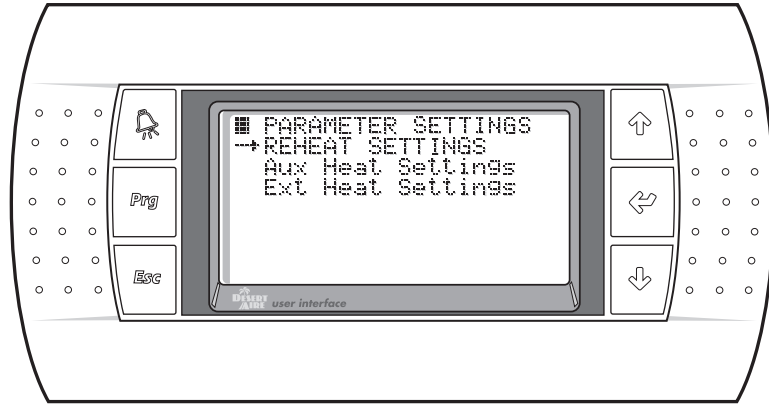

Figure 55
2.6.2. Parameter Settings (Figure 55)